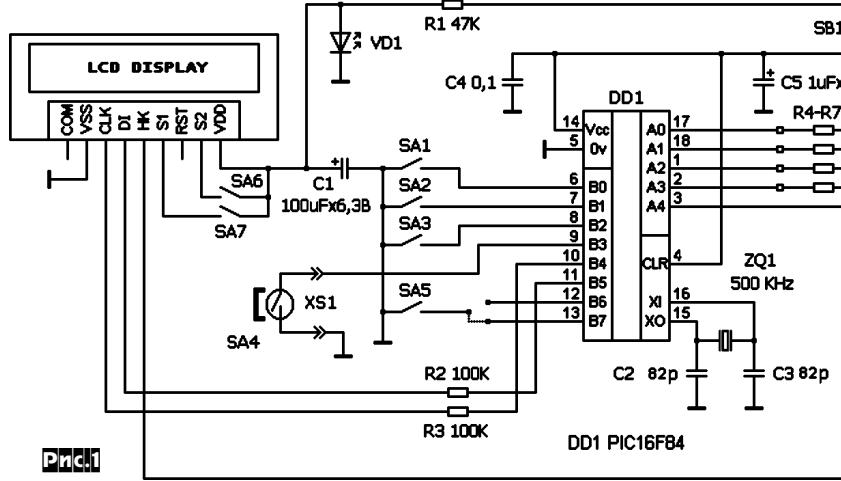

Рис.1
**Принципиальная схема (рис.1).** Параметрический стабилизатор напряжения +1,5 В для питания ЖКИ дисплея собран на светодиоде VD1 и резисторе R1. В зависимости от типа светодиода, номинал R1 возможно придется подобрать для получения +1,5 В. Прибор питается от одного